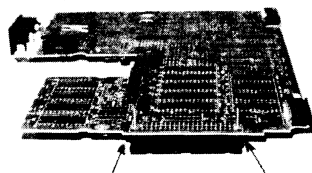

Bild 4
10. Der bereits erwähnte Bus-Stecker ist mit der Mutterplatine mit 2 x M 2,6 Schrauben befestigt. Sie werden durch zwei längere Schrauben (M 2,5 x 15 mm) ersetzt und die Muttern festgezogen. (Bild 4)
10. The bus-connector is secured to the mother board with two M 2,6 bolts. These have to be removed, replaced by the two longer bolts provided and secured with the appropriate nuts. (fig. 4)